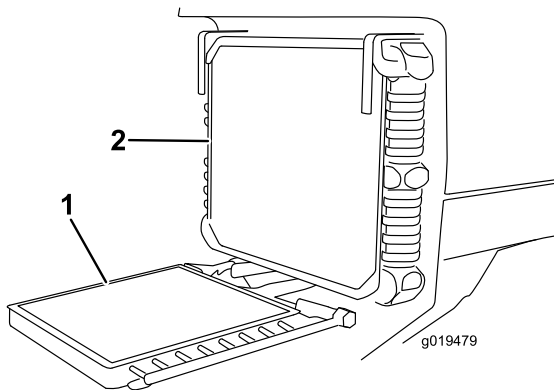

Bild 67
7. Schrauben Sie die Handräder ab und drehen Sie den Ölkühler nach hinten (Bild 67).